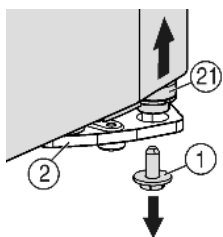
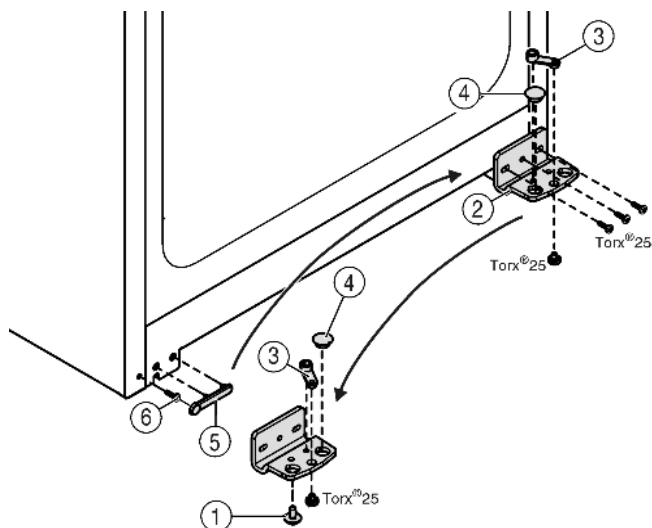

Fig. 4
Fig. 5
- ▶ Vpravo dole na stojanu ložiska vyšroubujte pojistný šroub Fig. 4 (1).
- ▶ Ložiskový čep Fig. 4 (21) se uvolní ze stojanu ložiska Fig. 5 (2).
- ▶ Pokud se ložiskový čep Fig. 4 (21) neuvolní, vytlačte čep zdola.
- ▶ Našroubujte stojan ložiska Fig. 5 (2).
- ▶ Našroubujte ložiskový díl Fig. 5 (3) a přemístěte do protilehlého upínacího otvoru stojanu ložiska, opět přišroubujte.
- ▶ Vyjměte ze stojanu ložiska zátku Fig. 5 (4) a nasadte do protilehlého upínacího otvoru stojanu ložiska.
- ▶ Opatrně zvedněte kryt Fig. 5 (5) na straně madla.
- ▶ Vyšroubujte šroub Fig. 5 (6) a na protější straně ho opět nasadte.
- ▶ Kryt Fig. 5 (5) opět nasadte.
- ▶ Přišroubujte opět stojan ložiska Fig. 5 (2) na novou stranu závěsu (silou 4 Nm), příp. pomocí akumulátorového šroubováku.
- ▶ Zašroubujte a dotáhněte pojistný šroub Fig. 4 (1) dole do ložiskového čepu (silou 4 Nm).